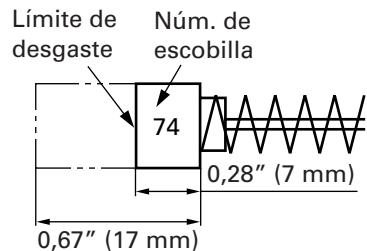

Fig. 12
## 3. Inspeccionar los carbones de contacto (Fig. 12)
**NOTA:** Utilice las escobillas HITACHI N3m. 74 indicadas en la Fig. 12.